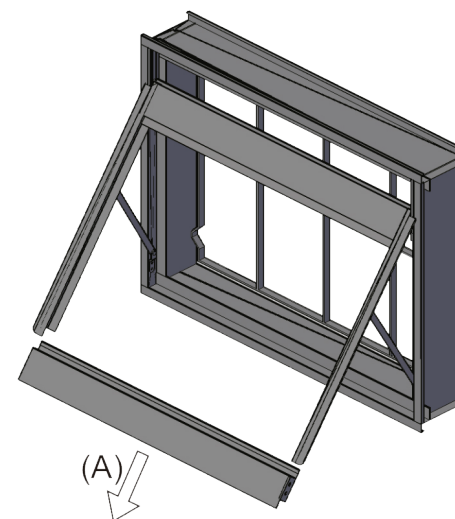

Fig. 2
- ① Com a Janela na posição aberta, solte os parafusos (E) que fixam a travessa inferior (A) nas cadeirinhas (B) e (C).
- ② Remova a travessa inferior (A), conforme fig.2
- ③ Retire, com cuidado a guarnição de borracha (EPDM) da parte externa da folha (na parte interna a borracha é fixa).
- ④ Remova possíveis estilhaços de vidro e faça uma limpeza utilizando uma esponja macia e detergente neutro (5% diluído em água).